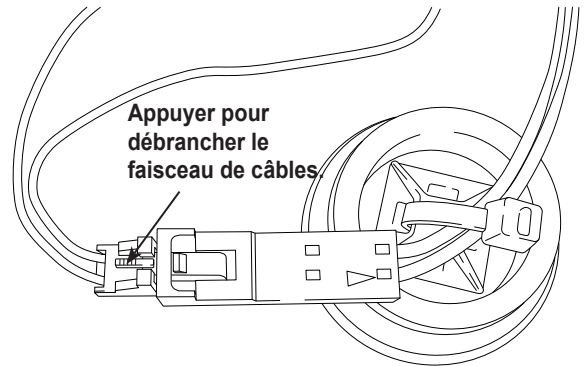

Figure 15
- Débrancher le faisceau de câbles au niveau du connecteur en appuyant sur la languette centrale. Tirez les connecteurs à part. Voir la figure 15.